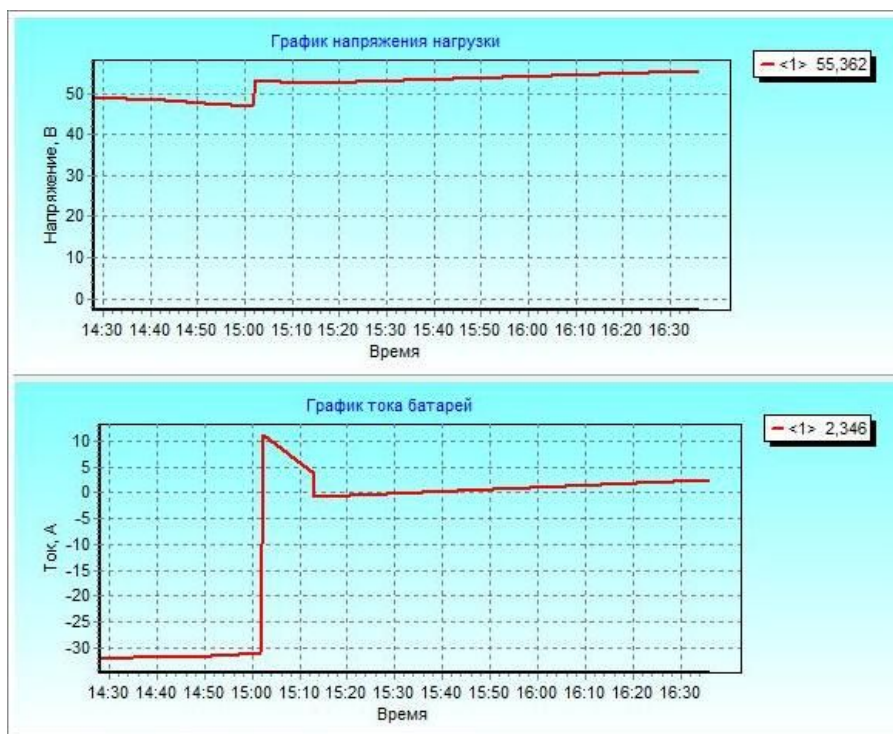

Рис. 153. Графики без поэлементного контроля
- без поэлементного контроля Рис. 153